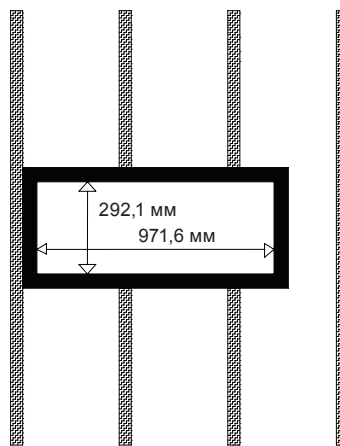

Рисунок 16
3. Используйте деревянную доску 2х6 (деревянная доска размером 50,8 мм x 152,4 мм) для создания рамы с внутренними размерами 971,6 мм x 292,1 мм (рис. 16). Зафиксируйте на стойках при помощи гвоздей или шурупов.